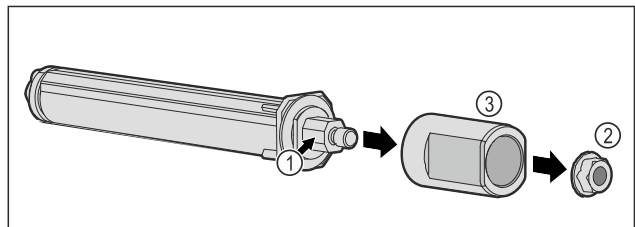

Fig. 54
► Türschließsystem Fig. 54 (1) nicht zerlegen.
► Mutter Fig. 54 (2) entfernen.
► Hülse Fig. 54 (3) abnehmen.